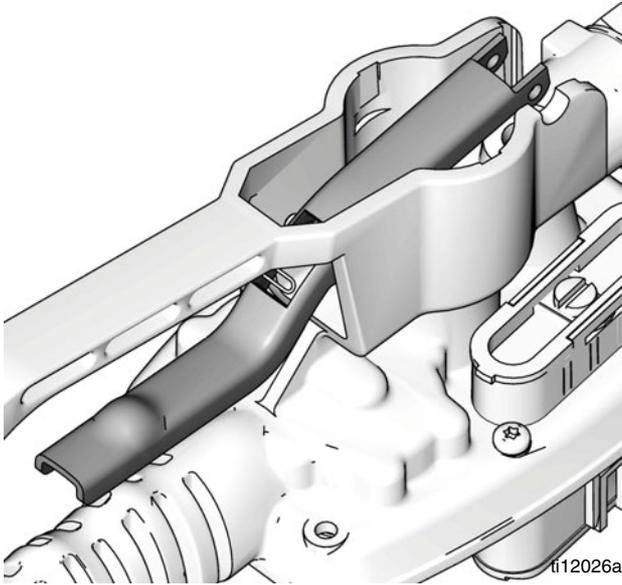

FIG. 22
- a. Vuelva a instalar el conjunto del disparador (6) en la carcasa del medidor como se muestra en la FIG. 22.